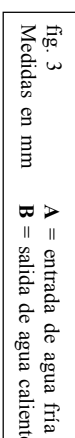

Fig. 3
- en la fig. 3 se indican las cuotas del aparato para fijarlo a la pared.